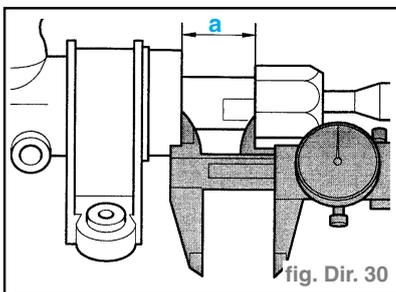

fig. Dir. 30
- Contrôler la cote (**a**), la corriger si nécessaire (fig. Dir. 30).